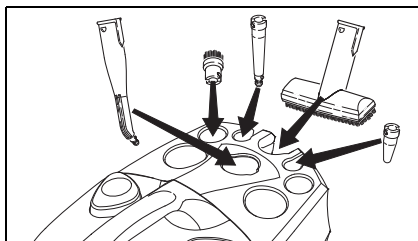

Fig. 1
- Anbring hånddyse (E1) i den dertil hørende holder (se fig. 1) **Bemærk:** Punktstråledyse (D1), forlænger (D2), rundbørste (D3) og powerdyse (D4) er allerede på plads.